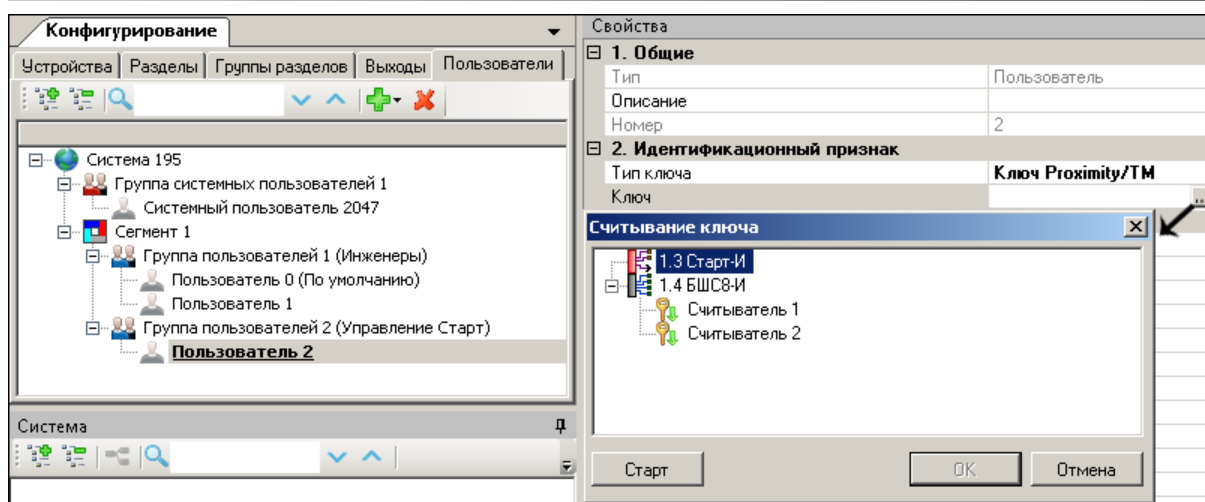

Рис. 36
4. Каждому пользователю необходимо назначить ключ доступа. Для этого необходимо выделить пользователя и выбрать тип ключа. Для регистрации ключа Proximity/TM необходимо вызвать окно "считывание ключа", нажав на кнопку "..." в строке "ключ" (рис. 36). В открывшемся окне необходимо выбрать считыватель и нажать кнопку "Старт", после чего поднести карту или ключ к считывателю. Регистрацию ключа можно производить с помощью ПУПТ-S1, подключенного к Старт-И (ПУПТ-S1 должен быть запрограммирован в Старт-И). При этом в окне "считывание ключа" следует выбрать Старт-И.